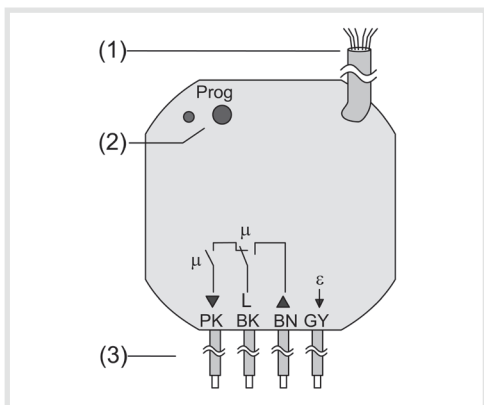

Figure 1 : Interface de fenêtre
- Interface de fenêtre (figure 1) :